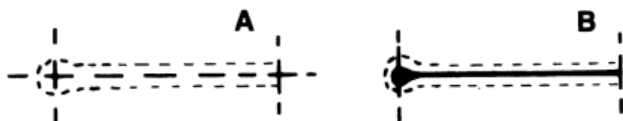

Рис. 126
— Используя тонкую шелковую нить подходящего цвета, проложите наметку мелкими стежками «вперед иголку», а лучше мелкими плотными стежками «назад иголку», на расстоянии максимум 0,2 мм вокруг отметки (рис. 126 А) (см. рис. 2 В).
3. Разрежьте ножницами ткань вдоль отметки, затем проделайте крохотную дырочку в закруглении, т. е. точно в месте пересечения нитей разметки (рис. 126 В).
Этот способ подходит только для довольно плотных тканей или тканей, используемых при пошиве мужской одежды, поскольку вполне достаточно закрепки, сделанной стежками «назад иголку» (рис. 126 В).